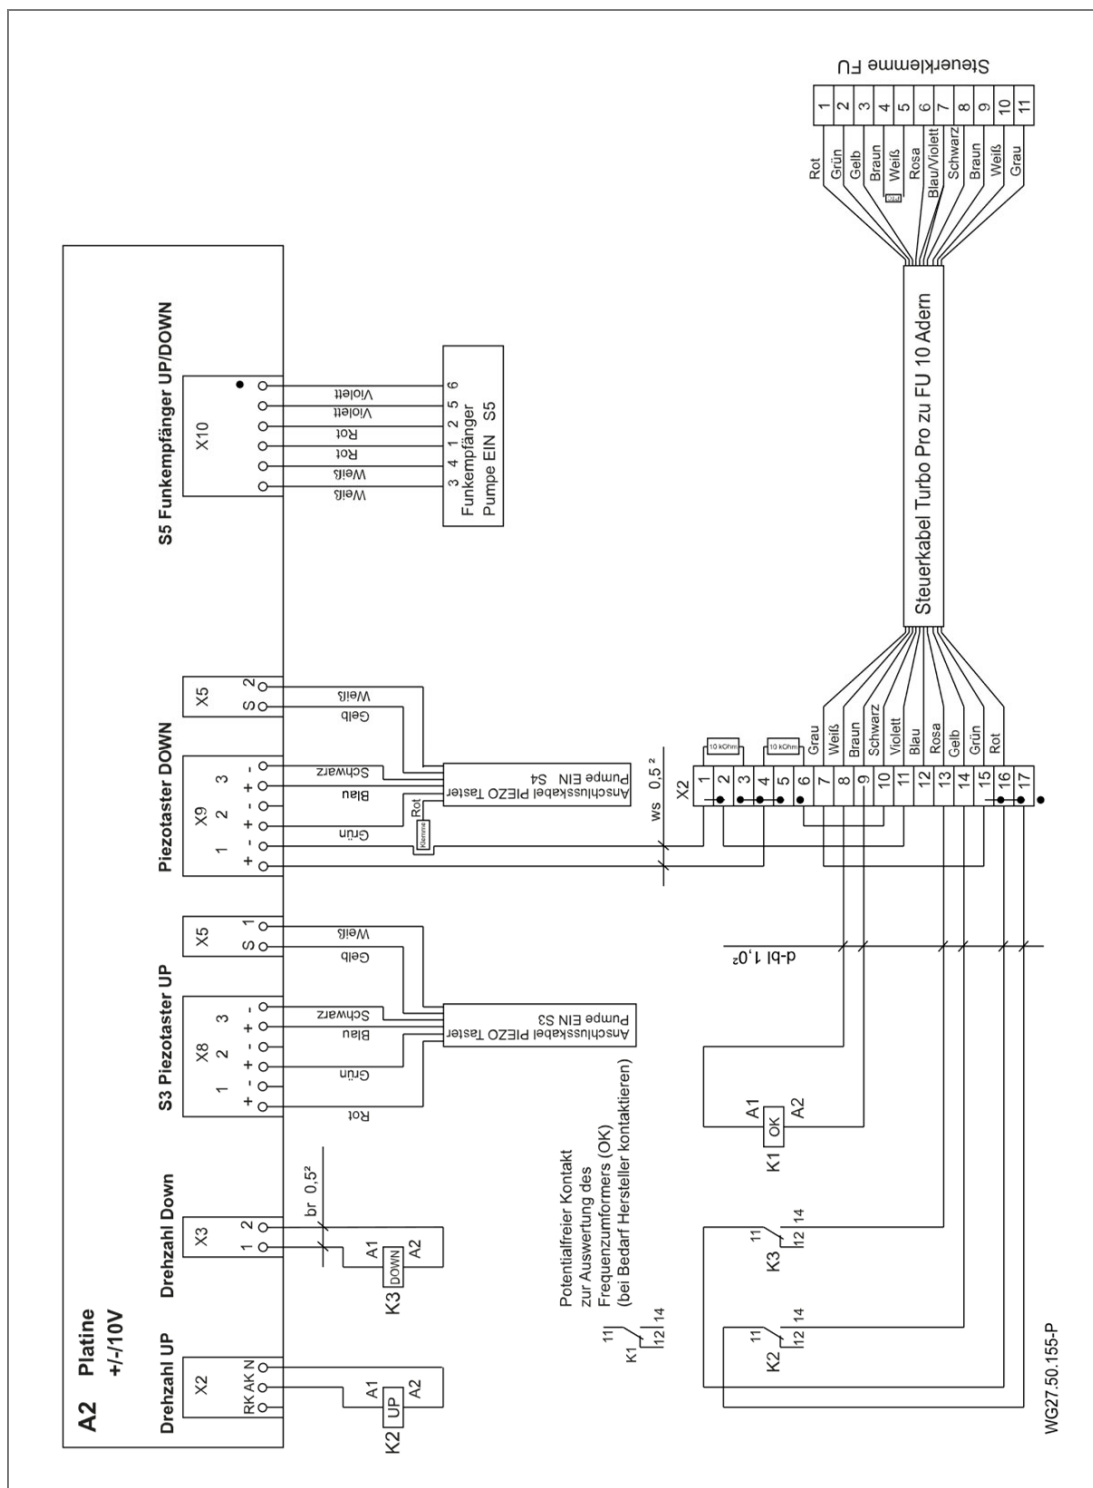

Abb. 16
4. Die Adern für den PTC (braun/weiß) sind nach Schaltplan zu verdrahten. Siehe "Abb. 16" auf Seite 34